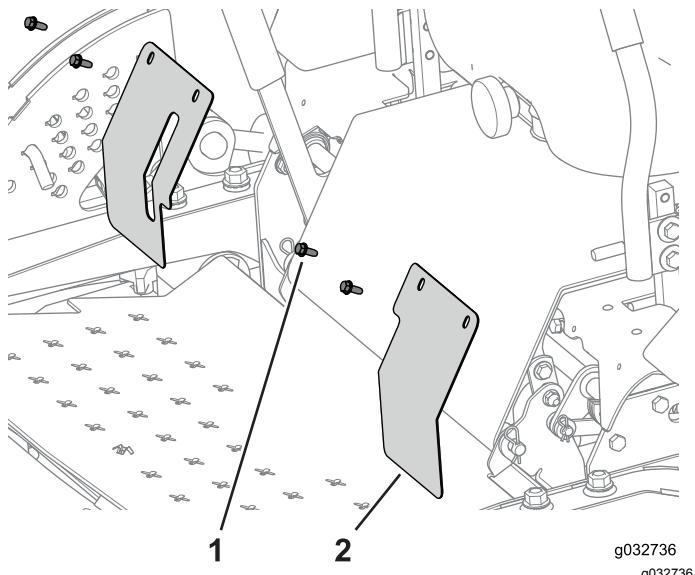

Figura 53
- Retire los pernos y las 2 chapas de cierre para tener acceso a los pernos y las tuercas que sujetan el bastidor de verano a la máquina (Figura 53).